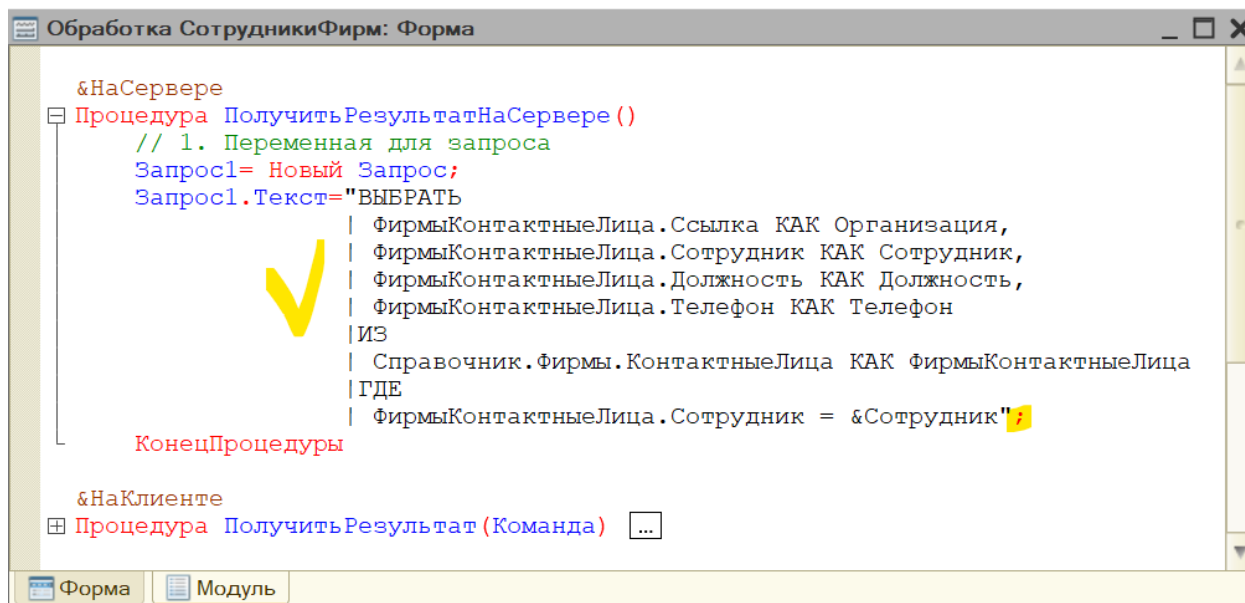

Рис. 5.47. Результат конструктора запроса
- После нажатия на кнопку ОК в модуле формы автоматически формируется запрос (рис. 5.47).